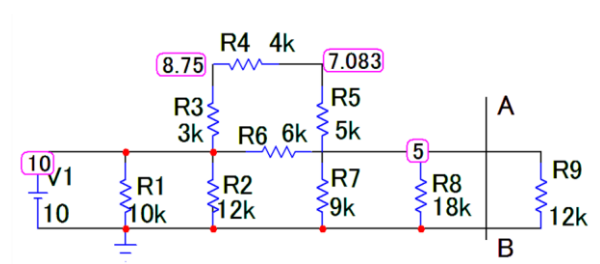

Рис. 1.28. Определение U_n
3) По методу эквивалентного генератора, используя схему (рис. 1.28) определим I_H .